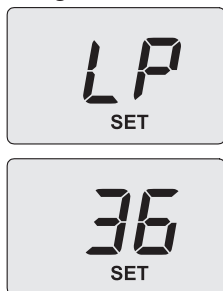

Figura 9.10
- Selezionare il parametro 1, premere il tasto 13 (Figura 9.7) per confermare. Sul display appare **LP** alternato alla temperatura minima sanitaria (Figura 9.10).